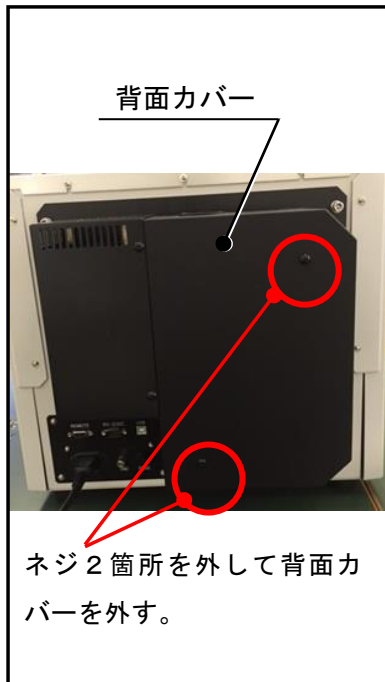

図1. 背面図
- (1) 本機の電源スイッチをOFFにし、電源コードをコンセントから抜いて30分以上放置します。
- (2) 本機の背面カバーの2箇所のネジを付属品のドライバで外します（図1）。